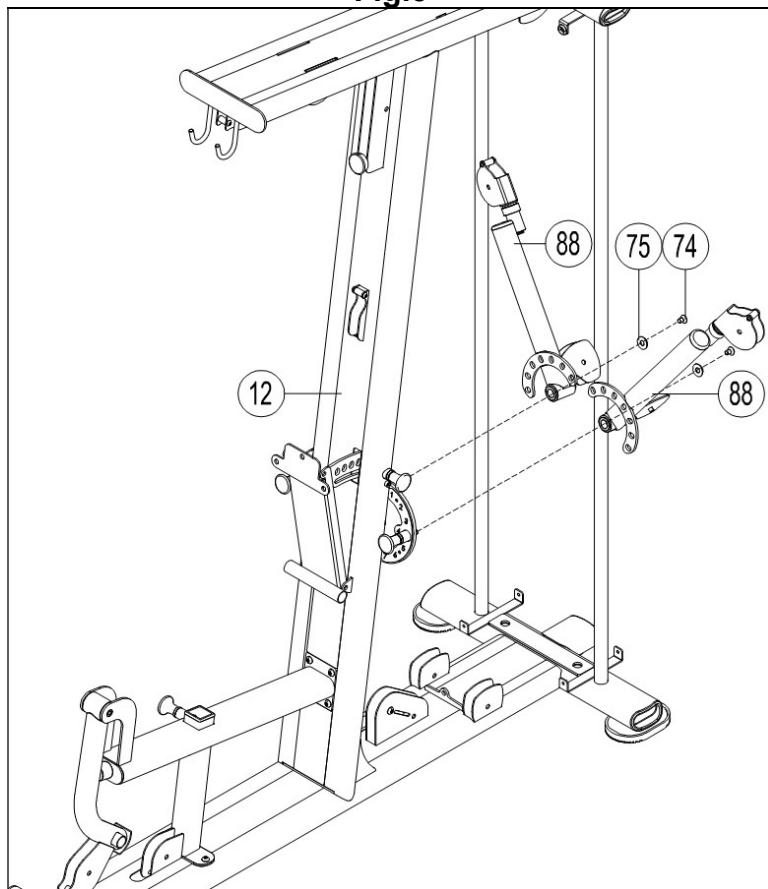

Fig.6
6.- Coloque la estructura trasera (21) y atorníllela al tubo vertical (12) usando los tornillos (120) y las arandelas (11), Fig.6.